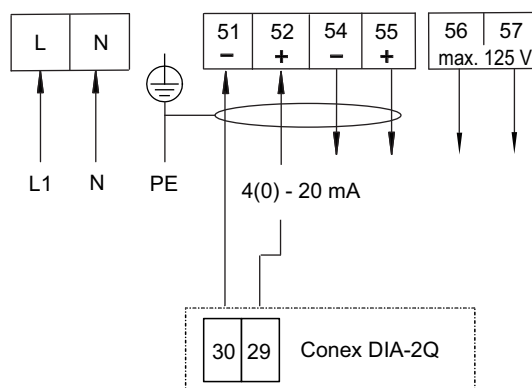

Abb. 18 Klemmenanschlussdiagramm Conex® DIA-2Q
- Elektrische Anschlüsse nach dem Schaltplan, siehe Abb. 18, vornehmen.